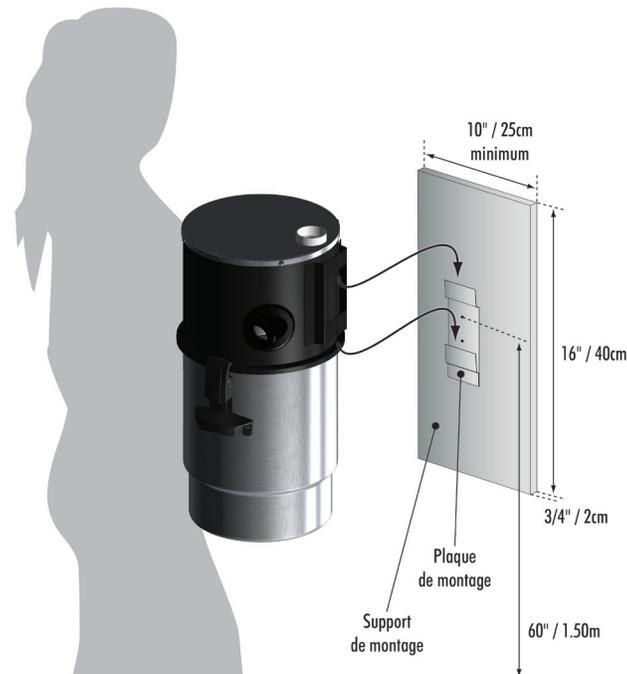

Fig.1 Installation de l'unité au mur.
1. Déterminez l'endroit du mur où vous allez fixer l'unité ; il est recommandé d'installer le support mural à environ 1,5 m (60") du sol (voir fig. 1), de façon à ce que la cuve soit facilement accessible. Faites en sorte qu'un espace minimal de 30 cm (12") sépare l'avant, le fond et les parois de l'unité motrice de tout obstacle. Dans la mesure du possible, il est conseillé d'installer l'unité motrice sur un mur en béton de manière à limiter au maximum les vibrations.
4. Placez l'unité motrice sur le support de montage (voir fig.1).